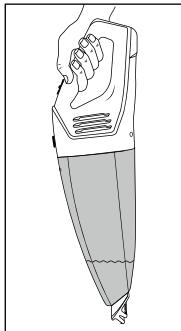

Abb. 3
- Wenn Sie Flüssigkeiten aufgesaugt haben, tragen Sie das Gerät immer mit der Nasssaugdüse ① nach unten weisend (siehe Abb. 3):